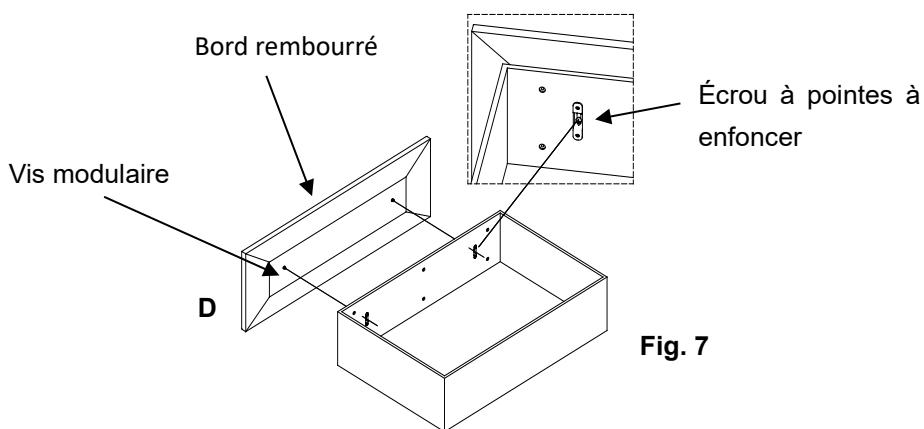

Fig. 7
30. Avant de réassembler le tiroir sur le système de coulisse, les bandeaux de tiroir (D) doivent être fixés aux tiroirs.
31. Le bandeau de tiroir (D) est préinstallé grâce à deux vis modulaires. Ces dernières doivent être assemblées au centre des deux inserts d'écrou à pointes à enfoncer. S'assurer que le bord rembourré du bandeau de tiroir se trouve sur la partie supérieure. Une fois alignées, les vis modulaires glissent sur les écrous à pointes à enfoncer et se verrouillent en position. Voir **Fig. 7**.